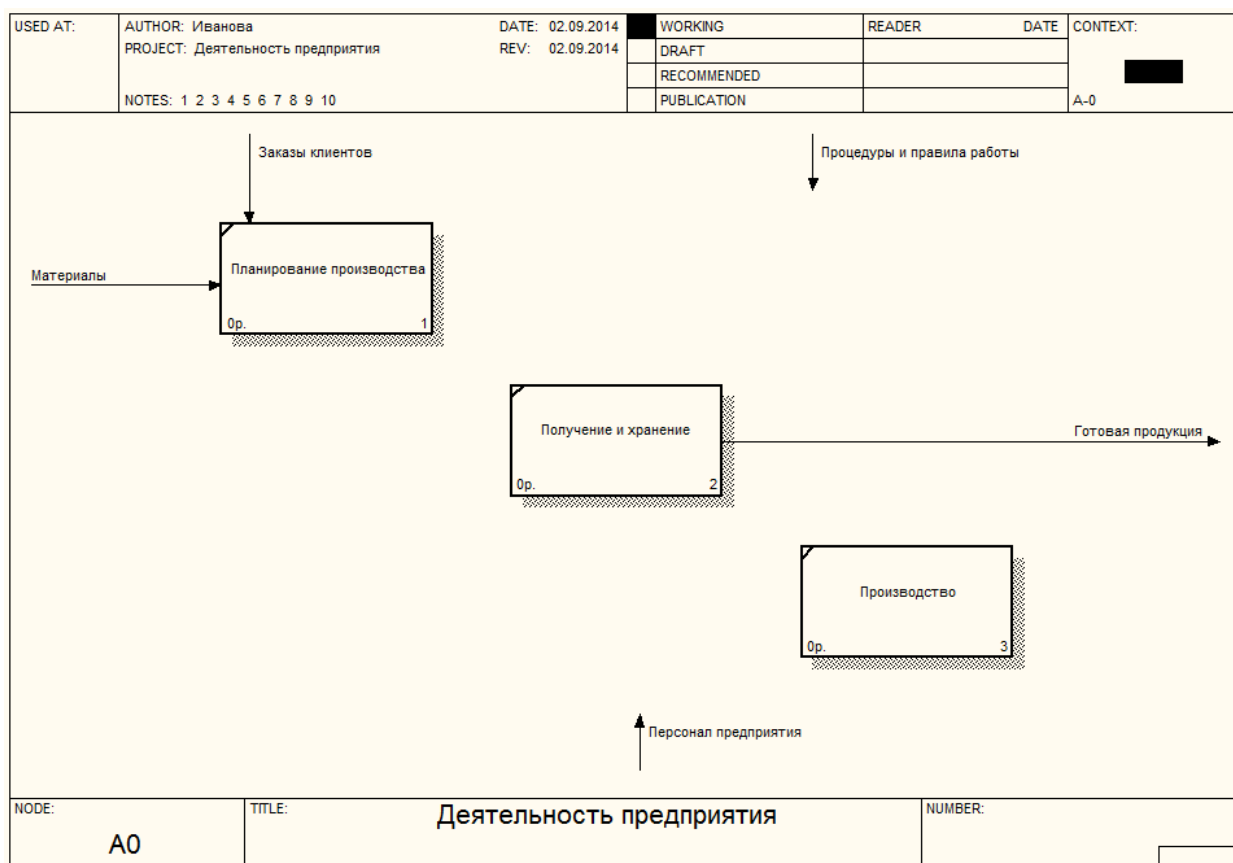

Рис. 20. Результат связывания стрелок
5. Для связывания стрелки входа *Материалы* с работой *Планирование производства* (рис. 20) перейдите в режим редактирования стрелки (кнопка  на панели инструментов модели). Щелкните левой кнопкой мыши по наконечнику стрелки, а затем по необходимой стороне работы. Для выхода из режима редактирования стрелки нажмите на кнопку  на панели инструментов. Аналогично свяжите стрелку управления *Заказы клиентов* с работой *Планирование производства*.
6. Свяжите стрелку выхода *Готовая продукция* с работой *Получение и хранение* (рис. 20), вначале щелкнув в режиме редактирования стрелки по стороне работы, а затем – по стрелке.